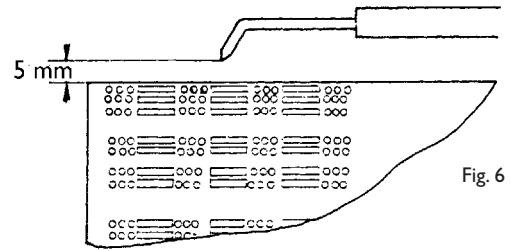

Fig. 6
- Check the starting electrode position (see Fig. 6).
- Contrôler la position de l'électrode d'allumage (Fig. 6).